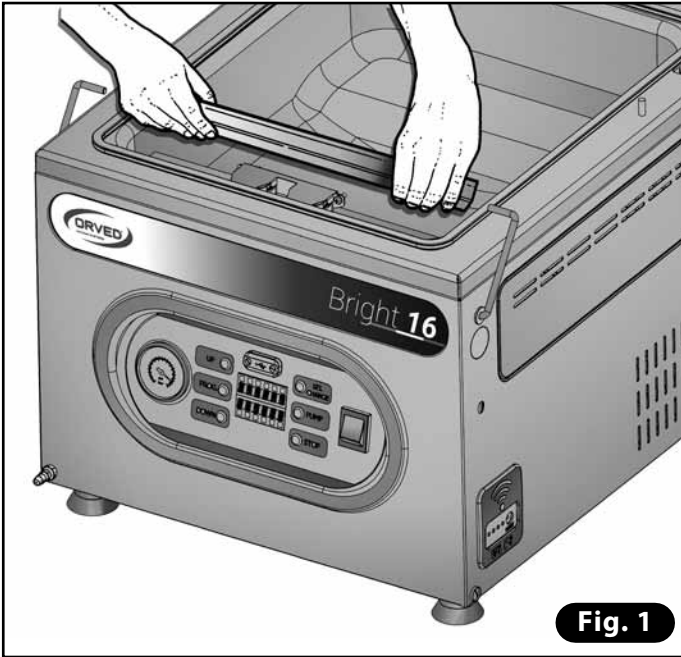

Fig. 1
1) Extraiga la barra soldadora levantándola horizontalmente por los dos extremos (Fig. 1).